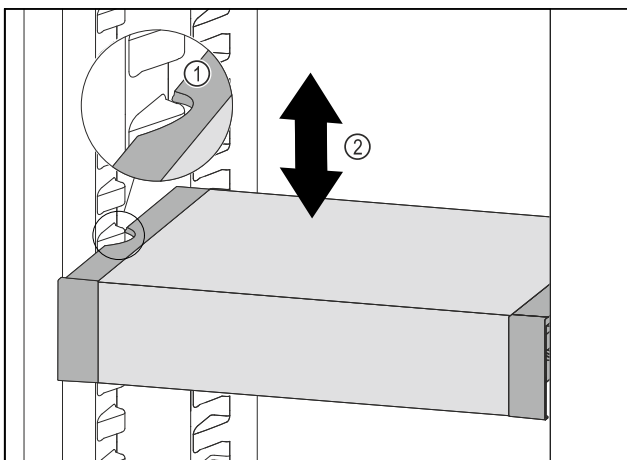

Fig. 56
- ▶ Tire del VarioSafe hacia delante hasta que los huecos laterales del VarioSafe se encuentren a la altura de la nervadura del recipiente en el compartimento del frigorífico. Fig. 56 (1)
- ▶ Mueva el VarioSafe hacia arriba o hacia abajo en el compartimento del frigorífico hasta alcanzar la altura deseada. Fig. 56 (2)